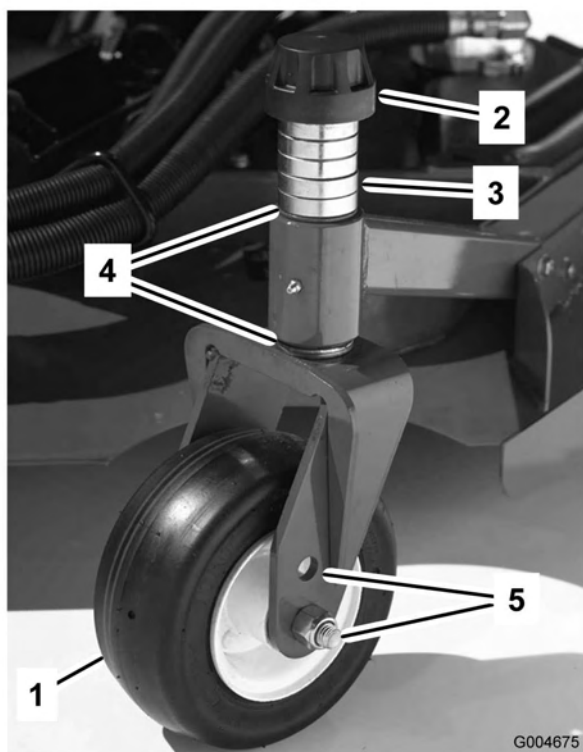
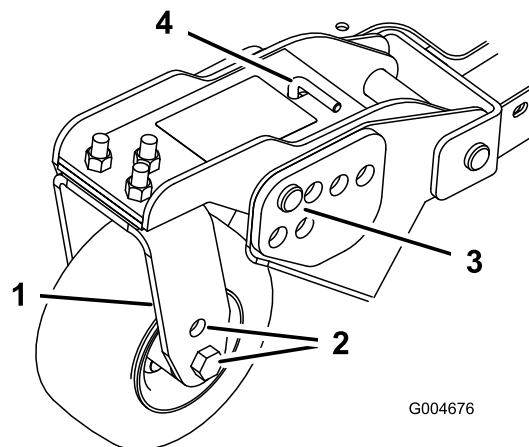
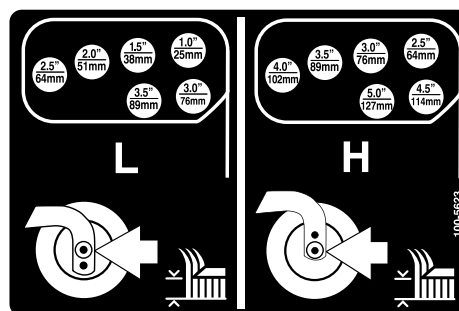

Figura 18
Figura 20
Figura 21
1. Posizionate gli assali delle ruote orientabili negli stessi fori di tutte le forcelle (Figura 18 e Figura 20). Vedere lo schema seguente per stabilire il foro corretto per la regolazione.
2. Togliete il cappuccio di tensione dall'asse del perno (Figura 18) ed estraete il perno dal braccio della ruota orientabile. Montate i due spessori (3 mm) sull'asse dei perni, come erano montati in origine. Questi spessori servono per ottenere un livellamento sull'intera larghezza degli apparati di taglio. Mettete il numero opportuno di distanziali da 13 mm sull'asse del perno, fino ad ottenere l'altezza di taglio richiesta, quindi montate la rondella sul perno.
4. Togliete la coppiglia ed i perni con testa dai bracci di rotazione delle ruote orientabili (Figura 20).
fori della staffa dell'altezza di taglio selezionati, nel telaio dell'apparato di taglio (Figura 20 e Figura 21).